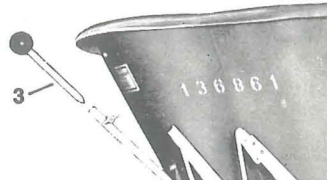

Fig. 7
dallo ZA-S manovrando la leva, fig. 7/3
13. Lavorando con superfosfati, marna calcarea e **concimi granulari umidi** ricordarsi di togliere frequentemente le incrostazioni che si formano sulla tramoggia, **sulla bocca di uscita** e sulle palette dei **dischi distributori** usando per lo ZA-S la prolunga della leva per la distribuzione laterale (Fig. 7) ed il perno di registrazione per lo ZL-S. **Si deve levare** l'incrostazione anche sulle **palette** e nei **passaggi**.